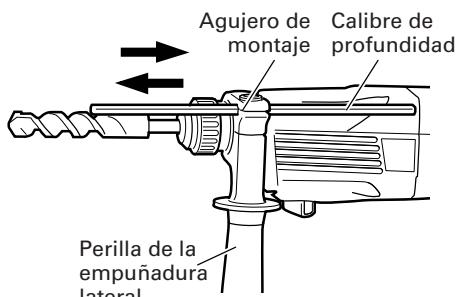

Fig. 14
7. Modo de usar el tope (Fig. 14)